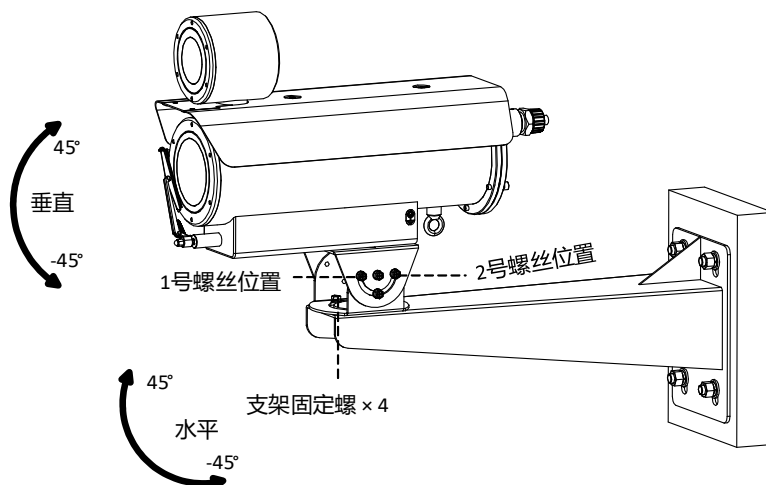

图2-6 角度调节
- 垂直方向 $0^{\circ} \sim 45^{\circ}$ 调节：拧松（不拧出）垂直方向上和图 2-6 所示 2 号螺丝位置的 3 颗螺丝，拧出图 2-6 所示 1 号螺丝位置的螺丝，调节至合适的角度后，拧紧垂直方向上和图 2-6 所示 2 号螺丝位置的 3 颗螺丝。
- 垂直方向 $0^{\circ} \sim 45^{\circ}$ 调节：拧松（不拧出）垂直方向上和图 2-6 所示 1 号螺丝位置的 3 颗螺丝，拧出图 2-6 所示 2 号螺丝位置的螺丝，调节至合适的角度后，拧紧垂直方向上和图 2-6 所示 1 号螺丝位置的 3 颗螺丝。